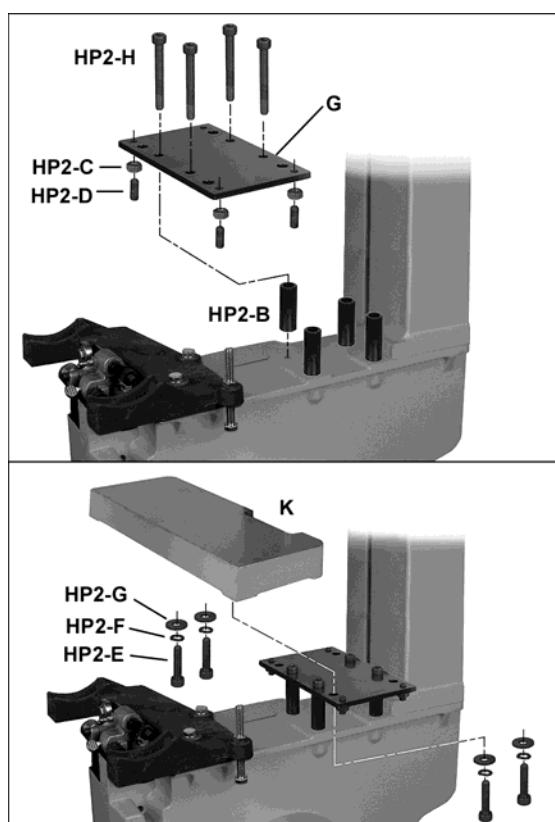

Рис. 22.
См. Рис. 22.
См. Рис. 22 и 24.
- Четыре винта с внутренним шестигранником M6x25 (HP2-E, Рис. 22) должны быть незначительно ослаблены. Ослабьте шестигранные гайки (HP2-C) и закручивайте/откручивайте любой из четырех установочных винтов (HP2-D) с помощью 4 мм шестигранного ключа, чтобы поднять или опустить соответствующую часть удлинения стола.